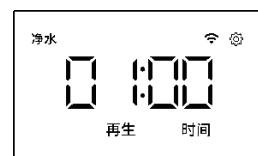

图18
- 1.按“选择”键数次直到屏幕上显示“净水”、“再生”、“时间”字样（如图18）；